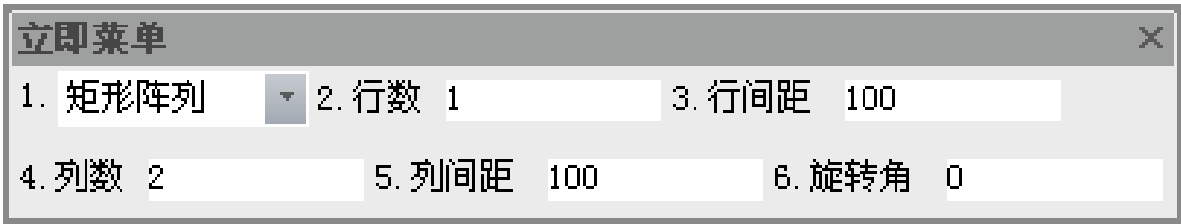

图 4-38 矩形阵列立即菜单
- 1) 执行阵列命令弹出立即菜单。可以通过单击立即菜单中的【1.矩形阵列】或【1.圆形阵列】以及【1.曲线阵列】进行切换，矩形阵列的立即菜单如图 4-38 所示。